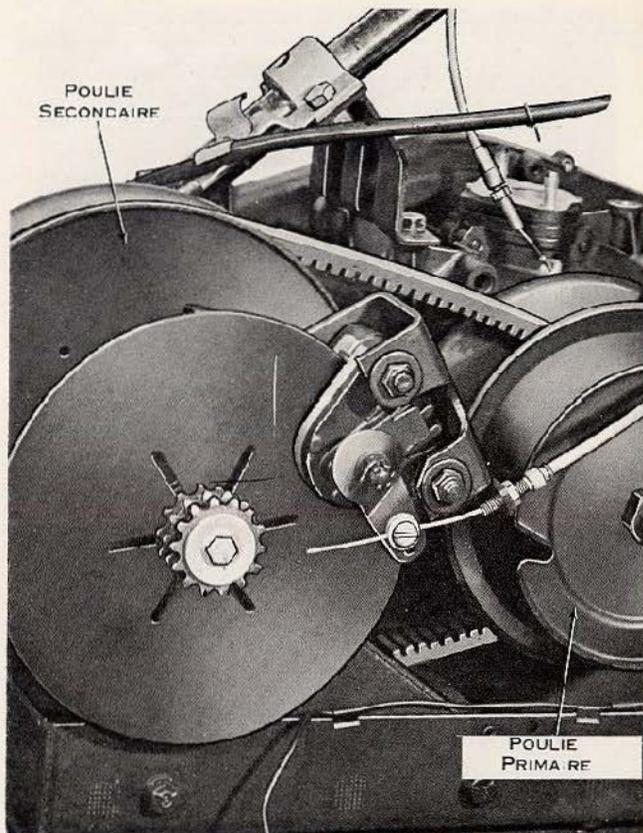

FIGURE 18
3. Saisissez la partie supérieure de la courroie à peu près au centre, entre la grande et la petite poulie (Fig. 18).